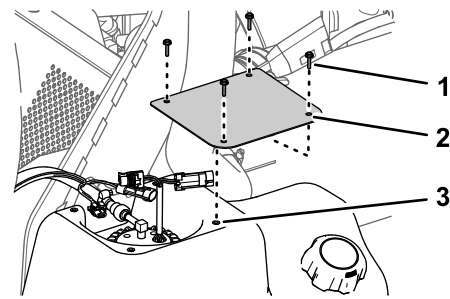

Figure 123
1. Fixez le couvercle sur le réservoir (Figure 123) à l'aide des 4 vis (n° 10 x 3/4") retirées à l'opération 2 de Dépose du couvercle de la pompe à carburant (page 77).